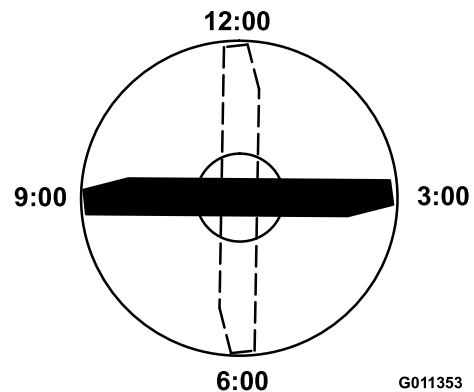

Figure 69
4. Positionnez le tranchant de l'extrémité marquée à la position 12 heures (droit devant dans la direction de la tonte) (Figure 69) et mesurez la hauteur de la surface plane au tranchant de la lame.
5. Tournez l'extrémité marquée de la lame aux positions 3 et 9 heures (Figure 69) et mesurez les hauteurs respectives.